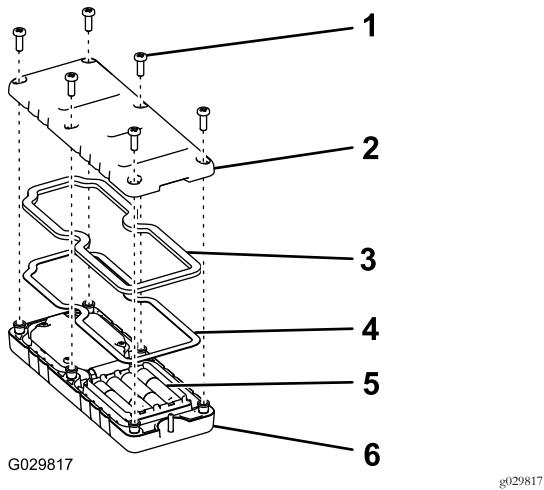

Рисунок 8
- Вставьте каждый элемент питания в гнездо с клеммами, соблюдая полярность (Рисунок 8).
- Убедитесь в том, что стальная прокладка и резиновое уплотнение находятся в канавке пульта дистанционного управления, и установите заднюю крышку на место (Рисунок 8).
- Закрепите крышку 6 винтами (Рисунок 8) и затяните их с моментом 1,5-1,7 Н·м.